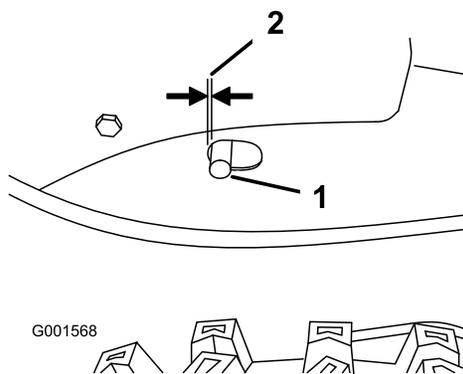

Figura 29
2. Con la palanca de tracción desengranada, compruebe el pasador de la ranura alargada situada en el lado izquierdo de la máquina, encima de la rueda (Figura 29).
Nota: Debe haber un espacio de 6 mm (1/4 pulgada) entre el extremo delantero de la ranura y la cara delantera del pasador (Figura 29).